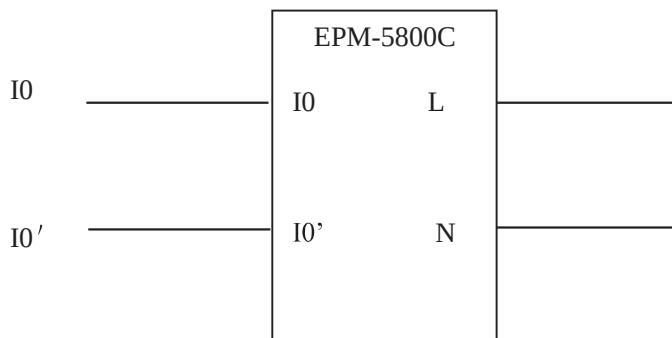

图 6-5
□ 若为计算方式按图 6-4 接线，若为测量方式按图 6-5 接线，投入零序保护，其它保护退出。
□ 按图 6-5 接入漏电流，按图 6-4 接线，将漏电流保护投入，整定漏电流保护延时为 0S，其它保护退出。